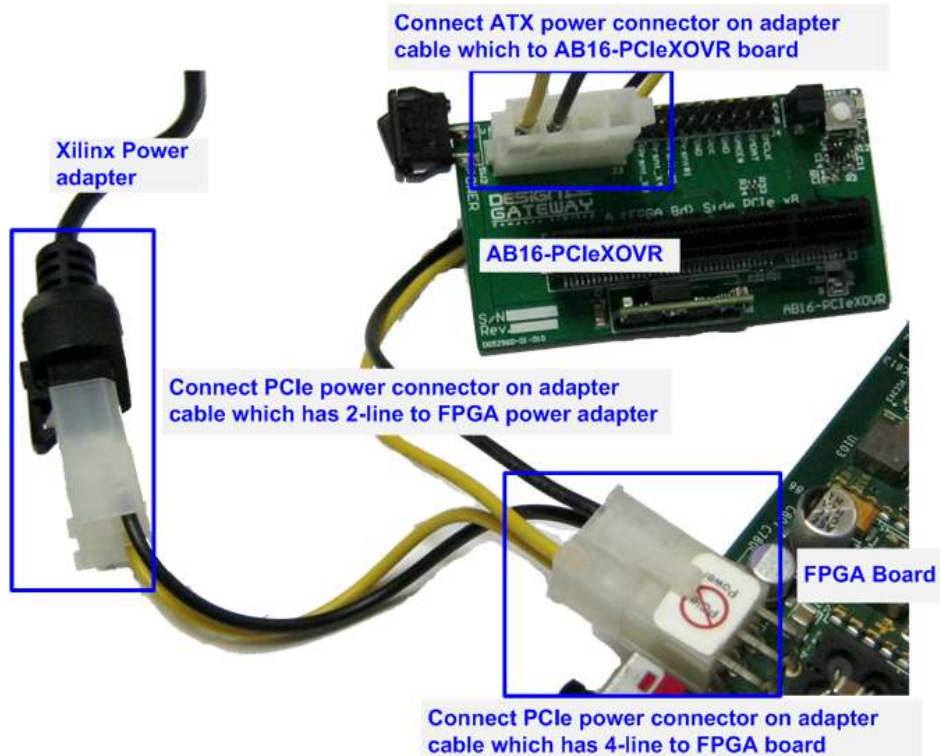

図 2-4: 電源分岐ケーブルで AC アダプタの電源を評価ボードと AB16-PCIeXOVR アダプタに供給
- 3) AB16-PCIeXOVRアダプタ付属の電源分岐ケーブルを使い図2-4のようにACアダプタからの電源を分岐してAB16-PCIeXOVRアダプタ・ボードおよび Xilinx 評価ボードの両方に供給します。